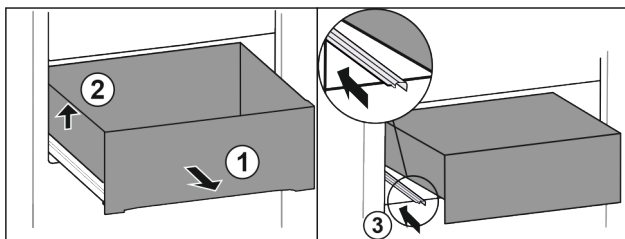

Fig. 74
- ▶ Изтеглете чекмеджето докрай. Fig. 74 (1)
- ▶ Повдигнете чекмеджето отляво. Fig. 74 (2)
- ▶ Вкарайте лявата релса. Fig. 74 (3)